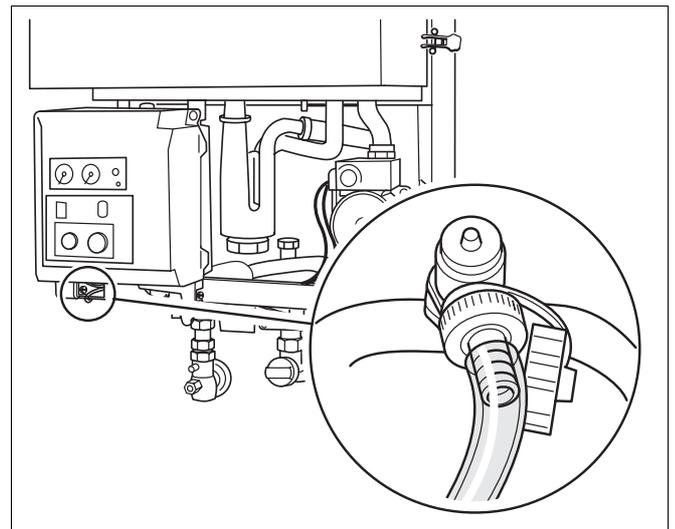
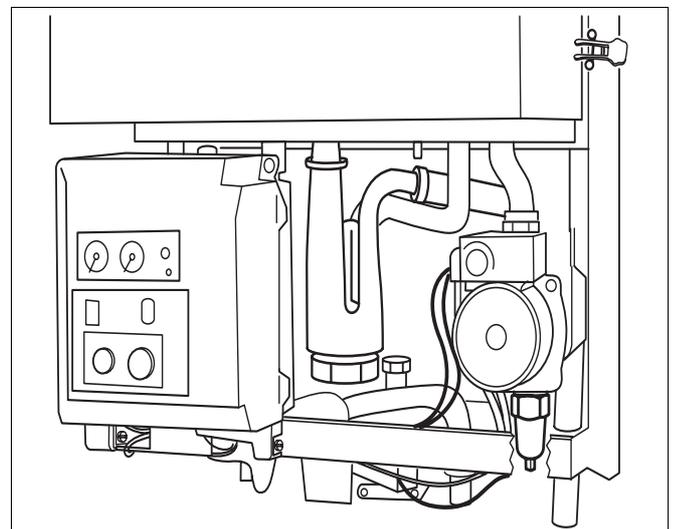

Fig. 39 Robinet de remplissage et de vidange de la chaudière
Fig. 40 Vis de vidange
Vidanger l'appareil par le robinet de remplissage et de vidange (fig. 39) ou par la vis de vidange (fig. 40, pos. 1) au-dessous de la pompe.